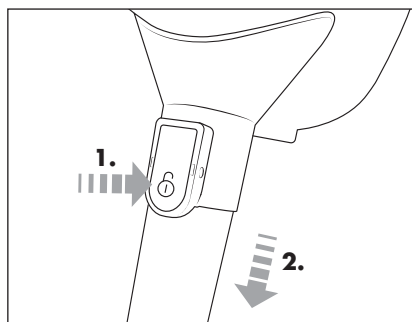

Fig. 6
- ◆ Per rimuovere il tubo di aspirazione telescopico **16** dall'apparecchio, tenere premuto il tasto di sblocco **17**. Poi sfilare il tubo di aspirazione telescopico **16** dall'apertura di aspirazione dell'apparecchio (vedere fig. 6).